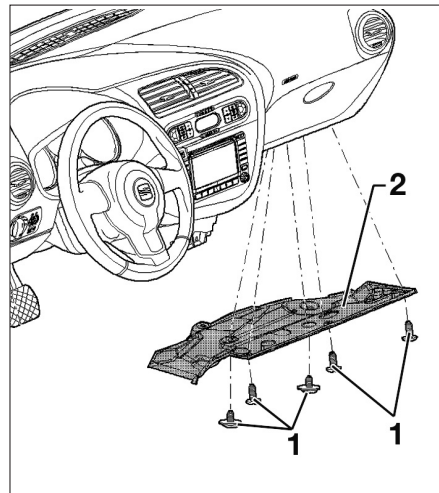

Fig. 3
- Déposer les agrafes (1) et retirer l'insonorisant (2) sous la planche de bord (Fig.3).